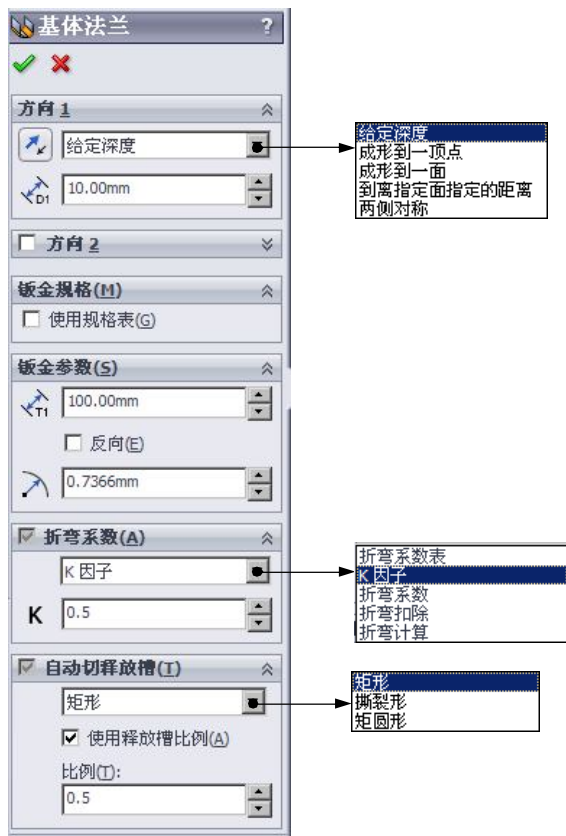

图 2.1.3 “基体法兰”对话框
Step3. 定义特征的横断面草图。选取前视基准面作为草图基准面；在草绘环境中绘制图 2.1.2 所示的横断面草图；选择下拉菜单 **插入(I)** → **退出草图** 命令，退出草绘环境，此时系统弹出图 2.1.3 所示的“基体法兰”对话框。
(1) 定义深度类型和深度值。在 **方向1** 区域的 下拉列表中选择 **给定深度** 选项，在 文本框中输入深度值 200。